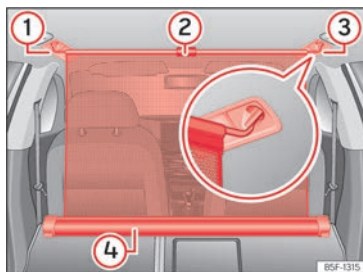

Abb. 202 Im Gepäckraum: eingehängte Netztrennwand bei vorgeklappter Rücksitzlehne.
- Ziehen Sie die Lasche »» (Abb. 202) ② nach oben, um das Netz aus dem Gehäuse ④ zu nehmen.
- Hängen Sie das Trennnetz an der rechten oder linken Seite »» (Abb. 202) ③ (vergrößerte Darstellung) ein.
- Hängen Sie das Trennnetz an der Aufnahme der anderen Seite »» (Abb. 202) ① ein, indem Sie an der Stange ziehen.
Das Trennnetz ist richtig montiert, wenn die T-förmigen Enden sicher in den entsprechenden Aufnahmen »» (Abb. 202) ③ und ① eingehängt sind.
- Rollen Sie das Trennnetz in das Gehäuse »» (Abb. 202) ④ ein, indem Sie es mit der Hand nach unten ziehen.